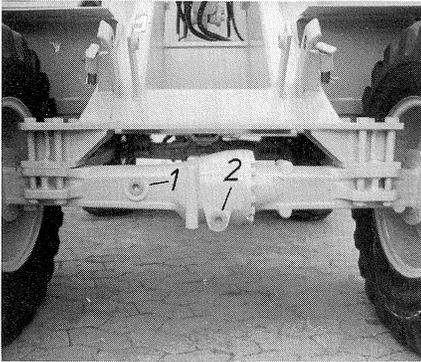

Bild 46
- (1) Aus der Achsbrücke Verschlußstopfen herausdrehen (Bild 46/1). Der Ölstand muß bis zur Verschlußstopfenbohrung reichen.
- (1) Verschlußstopfen aus dem Mittelachsgetriebe herausdrehen (Bild 46/2).